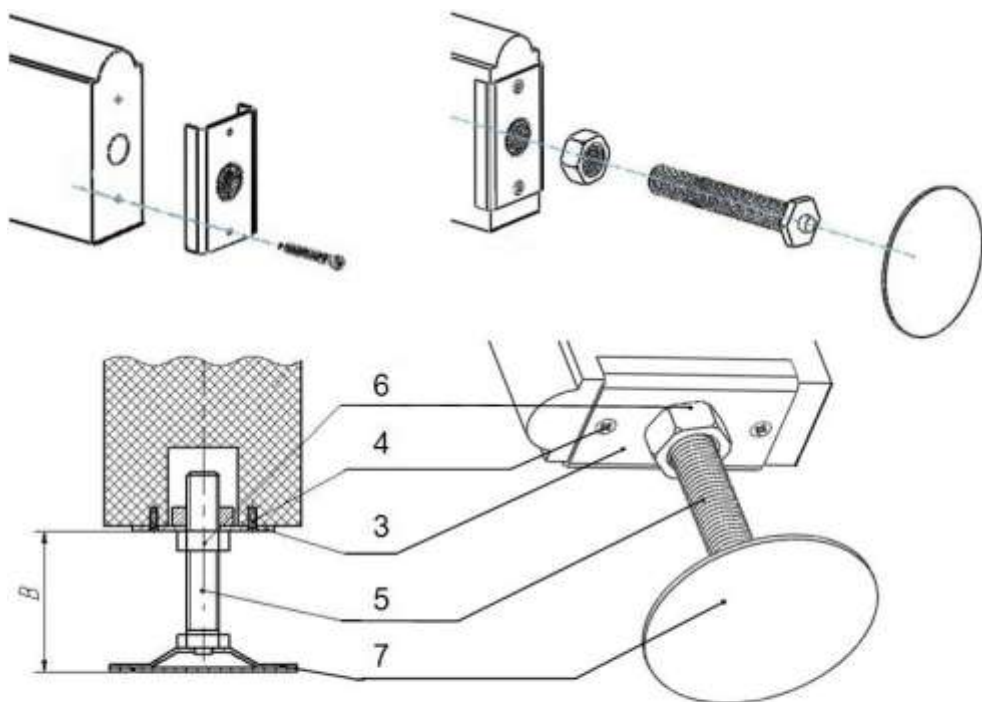

рисунок 2
4.9. Проверить **размер В** (рисунок 2). **ВНИМАНИЕ! Не допускается эксплуатация Комплекса, если размер В более 70 мм**
2) правильность установки винтовых домкратов и **размер «В», который должен быть не более 70 мм (рисунок 2)**.